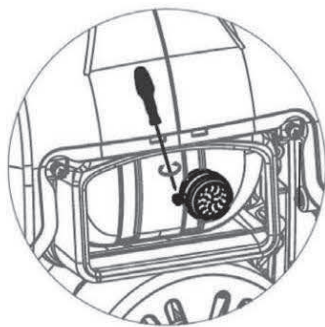

Рисунок 4-7 Экран искрогасителя
1. Смотрите рисунок 4-7. Снимите зажим, чтобы снять фиксатор.